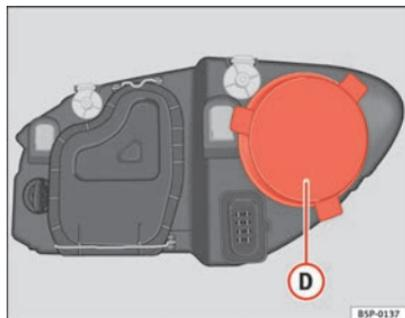

Fig. 189 Feux de position
- Retirez le cache ⇒ fig. 189 **D** en tirant dessus.